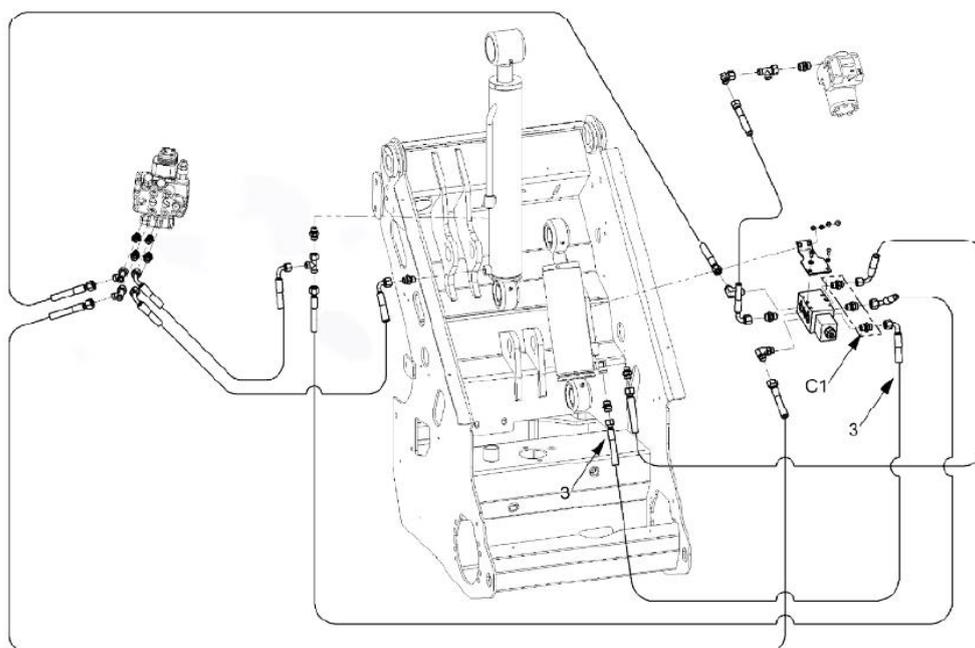

РИС.9
Прикрепите свободный конец шланга (3) на С1 (от клапана плавающей стрелы) к отверстию удлинителя цилиндра самовыравнивания (РИС.9).